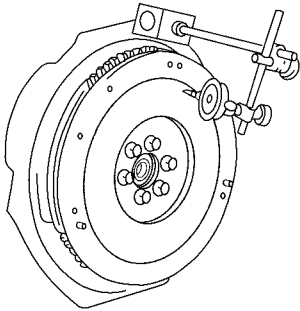

图 9-11 用百分表测量飞轮径向圆跳动误差
(3) 测量飞轮的径向圆跳动误差。使用百分表进行测量飞轮的径向圆跳动误差，如图 9-11 所示。